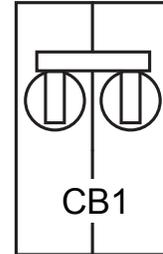

Figure 20. Disjoncteur principal (CB1)
- Placer le disjoncteur principal, CB1 (Figure 20) sur le panneau de commande dans la position de marche **ON**.